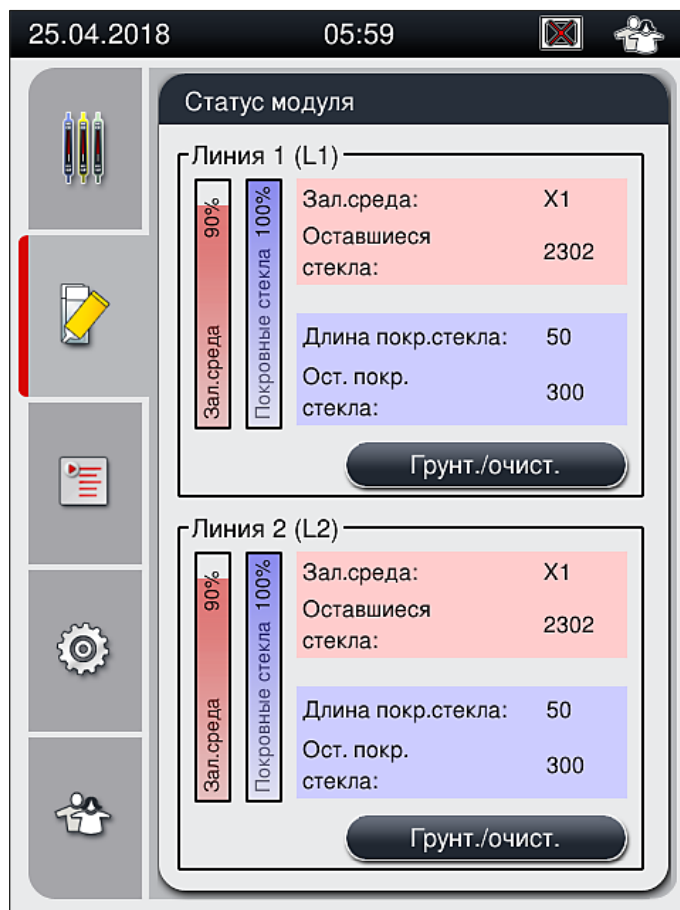

Рис. 53
10. Данные колб с заключающей средой, установленных и распознанных программным обеспечением прибора, и **Статус модуля** (→ Рис. 53) обновляются.